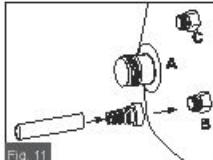

Fig. 11
3. Anslut slangadapters till vattenflöden och fast slangadapters på massagepoolens B-adapter. (Se Fig 11.)